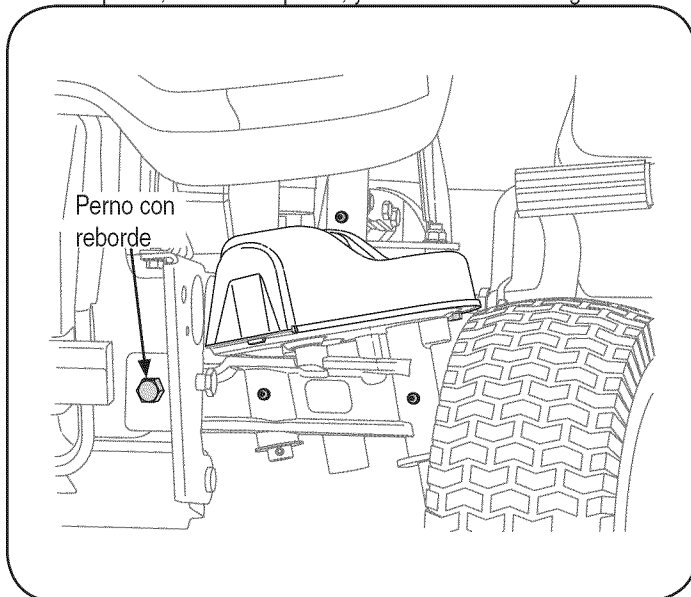

Figura 18
- a. Apoye la barra de pivote, luego extraiga las tuercas de seguridad hexagonales que sujetan los dos pernos con reborde que pasan a través de la ménsula de la barra de pivote, la barra de pivote, y el bastidor. Vea la Figura 18.